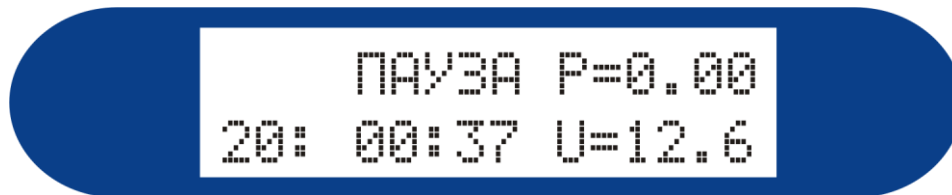

Рисунок 12
1. При включении режима «ПАУЗА» (рисунок 12) в левом верхнем углу индикатора установки появится надпись «ПАУЗА». Под этой надписью появится индикация таймера паузы. Индикация основного таймера будет мигать и отсчет времени прекратится.